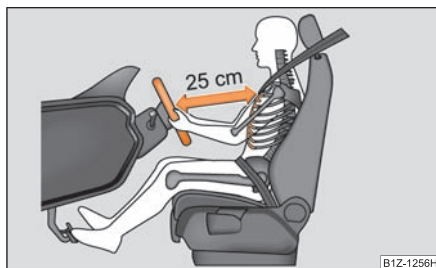

Fig. 167 Distanța corectă a conducătorului față de volan
- Reglați astfel scaunul conducătorului auto încât distanța dintre volan și torace să fie de cel puțin 25 cm ⇒ fig. 167.
- Între conducător și volan trebuie să existe o distanță de cel puțin 25 cm ⇒ fig. 167. Dacă nu se respectă această distanță, sistemul airbag nu își poate exercita eficiența maximă – Pericol!